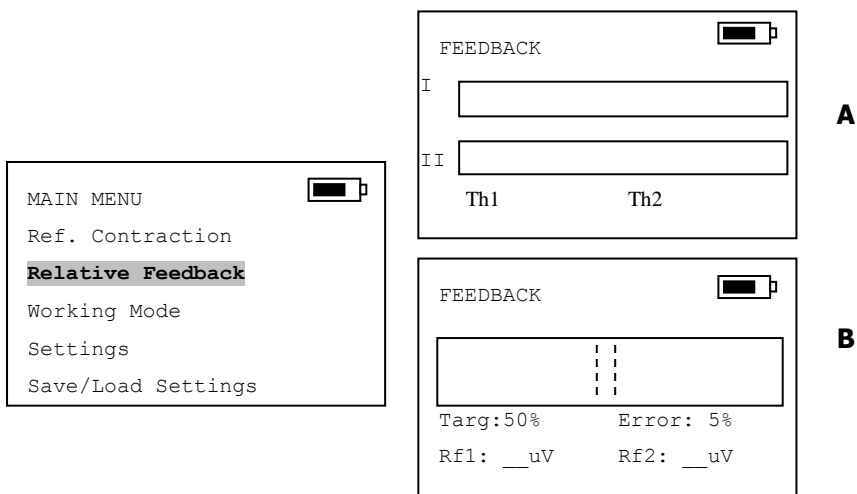

FIG. 7.2: Schermata della funzione Relative Feedback: Under Threshold (A), Maintain Target (B).
In FIG. 7.2 a destra sono rappresentate le due schermate che appaiono all'utente a seconda che si selezioni la modalità di Relative Feedback Under Threshold (A) piuttosto che Maintain Target (B).